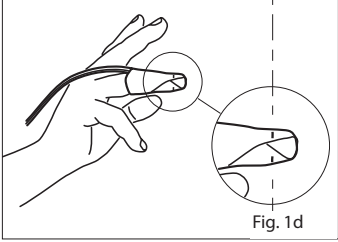

Fig. 1d
5. Reportez-vous à la figure 1d. Lorsqu'ils sont correctement appliqués, l'émetteur et le détecteur doivent être alignés verticalement (les traits noirs doivent être alignés). Repositionnez, si nécessaire.